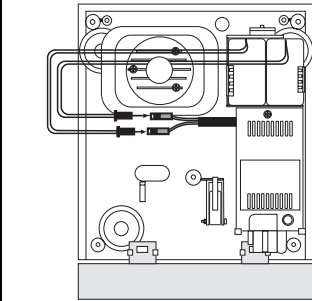

Fig. 2
- 1) Ouvrir la sirène. Si présent, enlever le pont anti-passivation du connecteur de chaque pile et procéder à la connexion des piles (**uniquement au moment de l'apprentissage**) conformément aux indications de la fig. 2. Pour l'acquisition et la configuration de la sirène, consulter le Manuel d'installation du système WL30.
- 1) Die Sirene öffnen. Wenn vorhanden, die Brücke für den Passivierungsschutz von jeder Batterie abtrennen und die Batterien anschließen (**erst im Moment des Erfassung**), wie es in Abb. 2. gezeigt wird. Zur Erfassung und Konfiguration der Fernsteuerung die Anweisungen im Installationshandbuch des Systems WL30 befolgen.